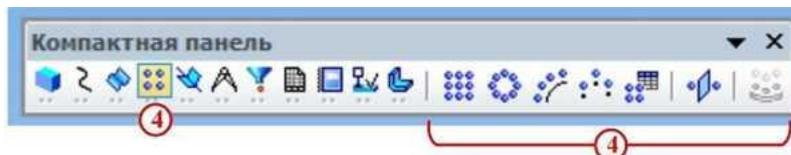

Рисунок 9 Инструментальная панель Массивы
- кнопка вызова панели **Массивы 4** , рисунок 9, предназначенная для создания копий объектов, которые определенным образом упорядочены - образуют прямоугольную сетку с заданными параметрами или симметричны относительно плоскости и т.п.